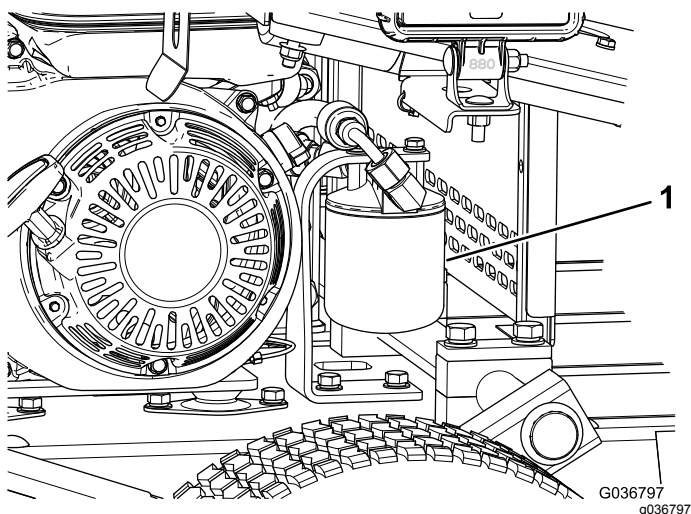

Figure 37
5. Placez un bac de vidange sous le filtre et enlevez le filtre (Figure 37).